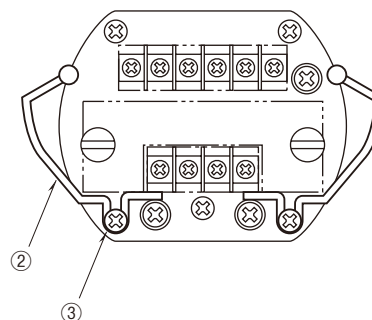

図 2
- (2) スナップクランプ②を図 2 のようにセットして、これをバインドねじ③で固定します。同じようにもう一方も固定します。